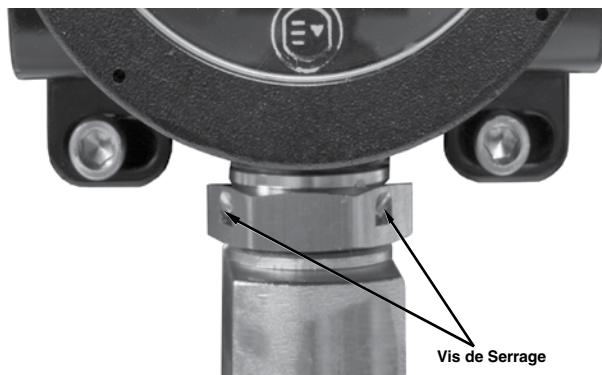

Figure 6—Localisation de l'écrou de blocage et des vis de serrage (Modèles M25 Uniquement)
3. Serrer les vis (2 au minimum) pour éviter tout mouvement à l'écrou de blocage. Voir Figure 6.